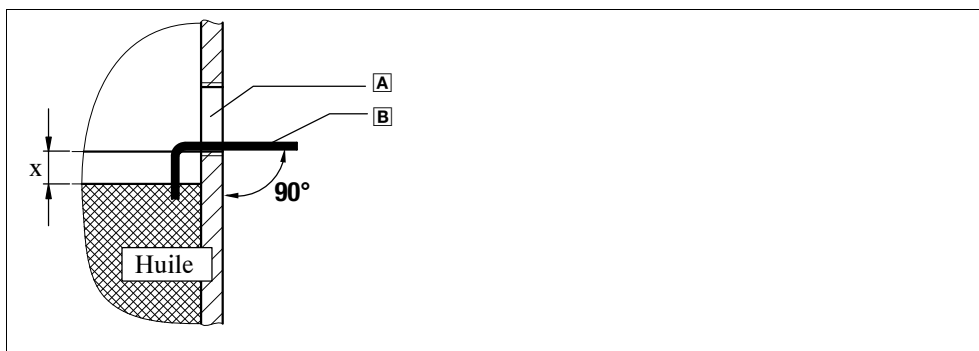

Fig. 3 Contrôle du niveau d'huile à l'aide d'un outil auxiliaire
- Niveau d'huile min.: X mm en-dessous du bord inférieur du bouchon de niveau d'huile (voir Fig. 3).